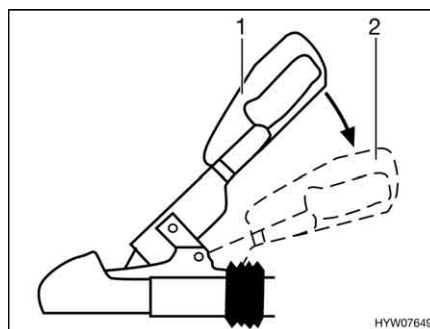

Bild 197 Stabilisierungsgriff
- Die Stabilisierungseinrichtung aktivieren. Dazu den Kupplungsgriff aus geschlossener Stellung (Bild 197,1) bis zum Anschlag nach unten drücken (Bild 197,2).